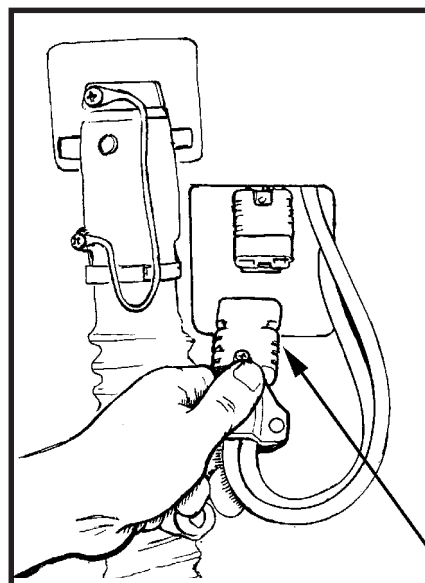

Abb. 9
5. Verbinden Sie die Verbindungsklemme der Batterieeinheit mit der Verbindungsklemme am Bedienpanel. Siehe Abb.9.